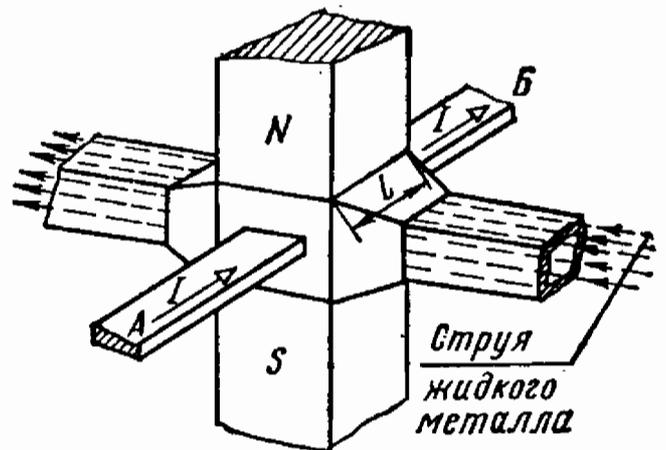

Рис. 9.23
9.23. Для охлаждения теплоносителя атомного реактора применяется жидкий металл. На рис. 9.23 схематически показано устройство соответствующего жидкостного насоса. К зазору между полюсами электромагнита $N-S$ подводятся медные шины A и B , концы которых подключены к источнику напряжения. В направлении, перпендикулярном направлению магнитного поля электромагнита и шины, пропускается струя жидкого металла. В результате взаимодействия магнитного поля с током (который сначала проходит по шине, затем попадает в струю жидкого металла и отводится снова по шине) создается усилие, под влиянием которого движется струя жидкого металла.